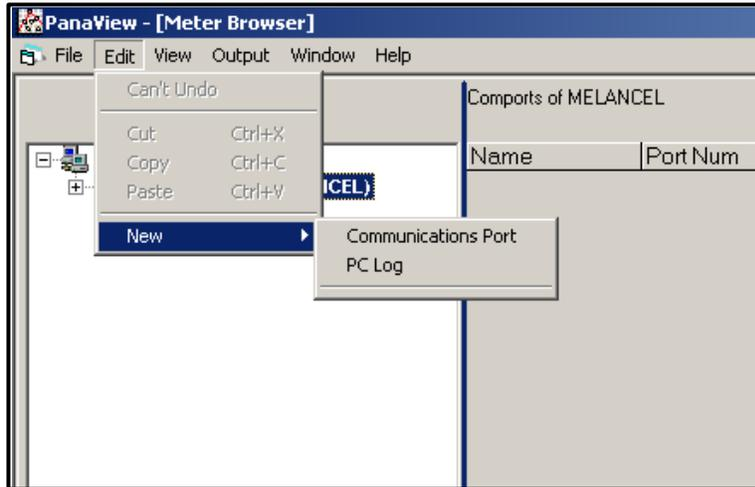

Figura 32: Menú Edición
4. Haga clic en la opción de menú *Nuevo* para seleccionarla, y se abrirá un submenú con dos opciones (véase la Figura 32).